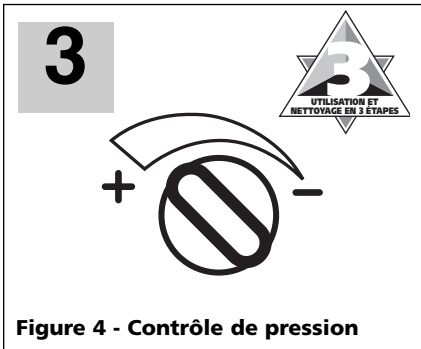

Figure 4 - Contrôle de pression
1. Tester le pulvérisateur sur une surface de pratique pour s'assurer que la peinture sort selon un motif convenant à vos besoins. Diluer et/ou ajuster la pression au besoin (voir la figure 4).